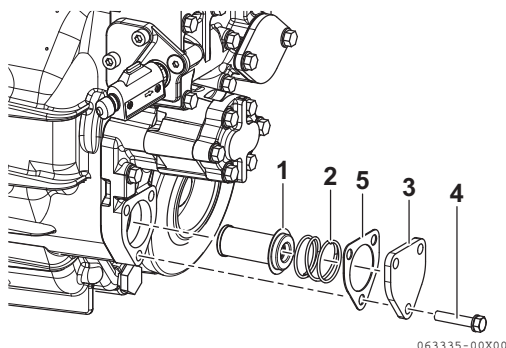

Figure 3
- (a) Retirez le capot latéral (**Figure 3, (3)**) et enlevez le filtre (**Figure 3, (1)**).
- (c) Fixez le filtre avec le ressort à enroulement (**Figure 3, (2)**) et insérez-le dans le boîtier. Placez le joint d'étanchéité (**Figure 3, (5)**) à l'intérieur du capot latéral.